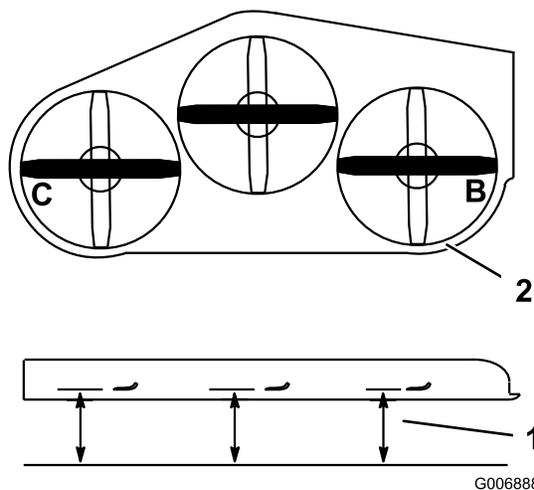

Figura 83
4. Meça nas localizações B e C desde uma superfície nivelada até à aresta de corte das pontas das lâminas (Figura 83).